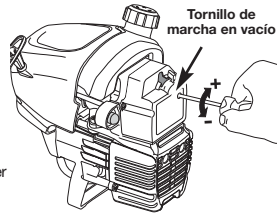

Fig. 31
La velocidad lenta del motor puede ser ajustada por la cubierta del silenciador / filtro de aire (Fig. 31).
2. Suelte el gatillo del regulador y deje que el motor funcione en marcha lenta. Si el motor se para, inserte un pequeño destornillador Phillips en el orificio de la cubierta del silenciador / filtro de aire (Fig. 31). Gire el tornillo de marcha lenta en sentido horario, de a 1/8 de vuelta por vez (según sea necesario) hasta que el motor funcione en mínima.